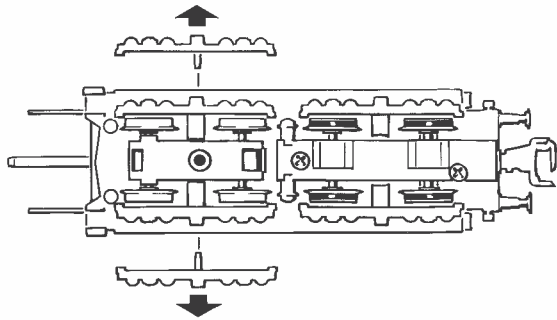

Fig. 12
**1. Reinigung der Radstromkontakte:** Radstromkontakte können auf unsauberen Schienen leicht verschmutzen. Entfernen Sie **vorsichtig** mit einem kleinen Pinsel **den Schmutz** an den in Fig. 12 gekennzeichneten Stellen.
**1. Cleaning of wheel contacts:** Wheel contacts easily get dirty on tracks which are not entirely clean. Use a small brush to **remove dirt** from spots marked in fig. 12.
Les lames de contacts risquent de s'encrasser rapidement sur des voies poussiéreuses. Veuillez **enlever la poussière** aux endroits marqués à la fig. 12 à l'aide d'un petit pinceau souple.